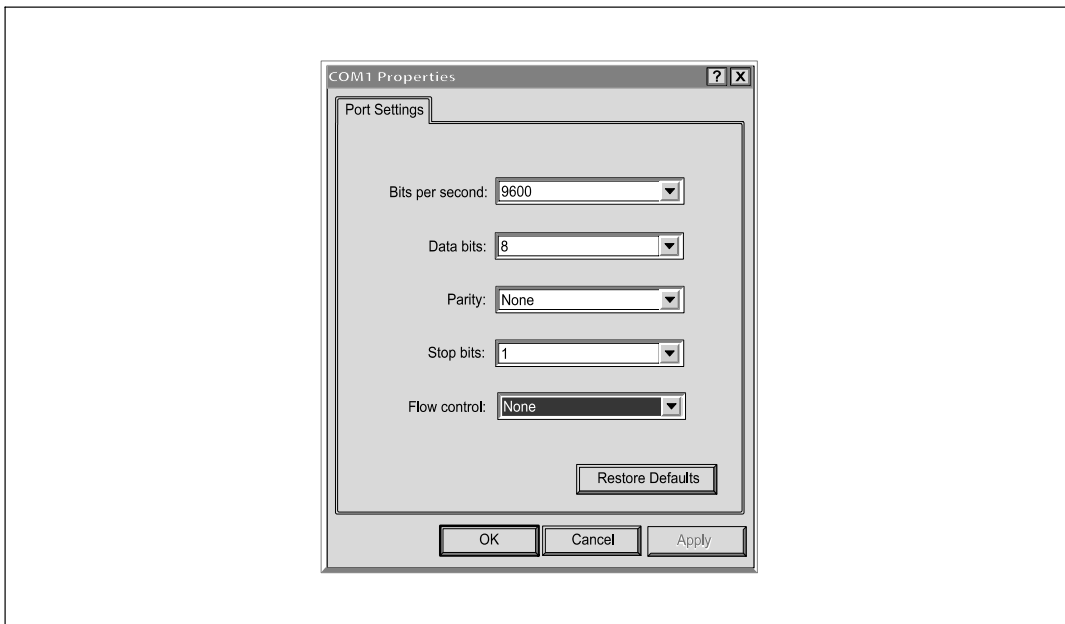

Abbildung 6. Konfigurieren der Port-Einstellungen
- 4 Setzen Sie die serielle Leitung auf **9600 Baud**, **8 Datenbits**, **Keine Parität**, **1 Stop-Bit**, **Keine Datenflusskontrolle** (siehe Abbildung 6).